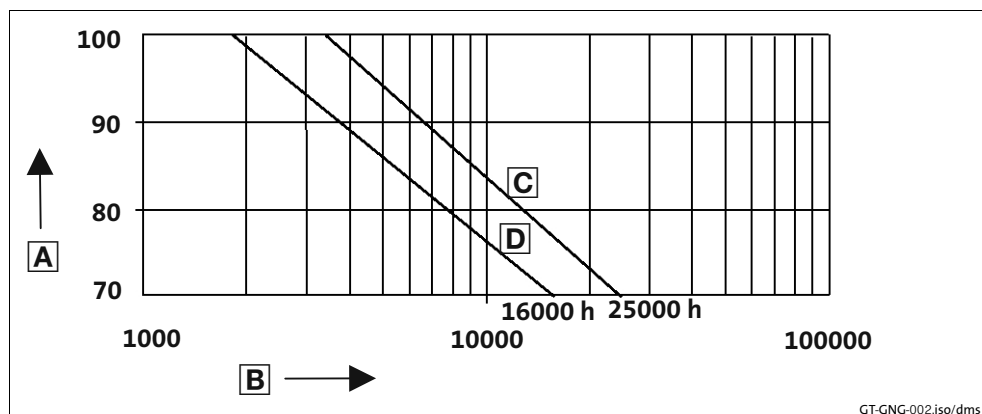

Рис. 13 Таблица смазок
- Частота замены смазочных материалов зависит от температуры масла, смотрите Рис. 13.